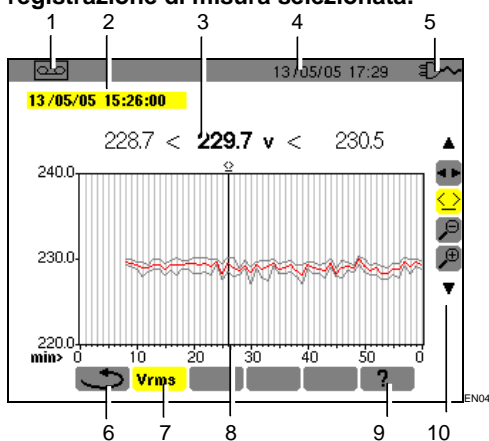

Figura 51: esempio di schermo di registrazione di misura.
7.	Registrazioni di misura disponibili sotto forma di curve (Figura 51).